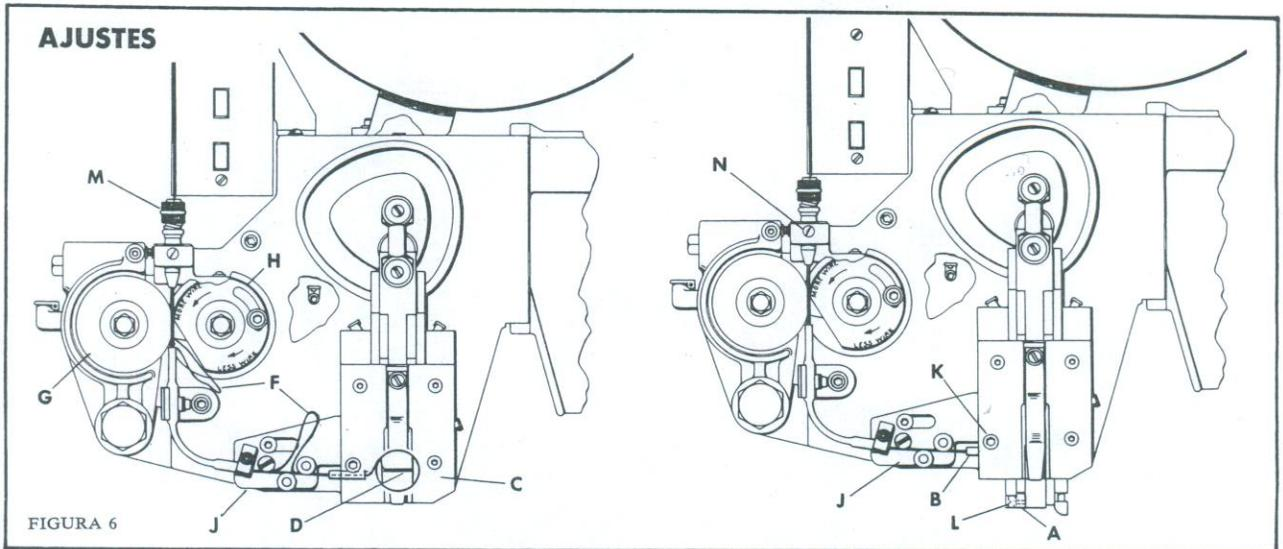
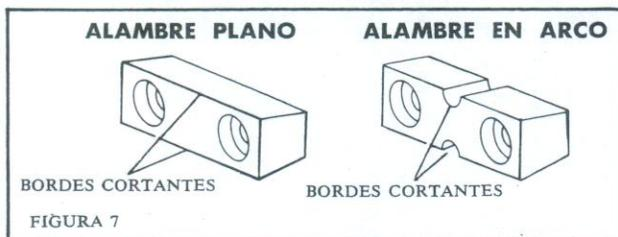
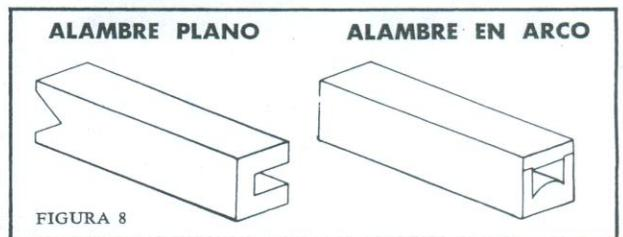

FIGURA 6
FIGURA 7
FIGURA 8
La cuchilla cortadora y el tubo cortador cortan el alambre antes de formar la grapa. Para garantizar un buen corte tajante del alambre, la cuchilla cortadora (índice A, figura 6) y el tubo cortador (índice B, figura 6) deben conservarse afilados y el tubo cortador propiamente insertado en la caja de la corredera (índice C, figura 6). Verifique siempre estas dos partes puesto que funcionan como una unidad. Si se sustituye una y se deja la otra roma no se remediará el problema. La cuchilla (figura 7) es reversible y antes de sustituirse deben utilizarse ambos bordes cortantes. El borde inferior de un tubo romo a menudo no morderá porque el alambre no se corta correctamente y a veces se traba entre el tubo cortador (figura 8) y la cuchilla. Ocasionalmente una fuerte rebaba en el extremo del alambre hará que éste se adhiera en el yunque (índice D, figura 6). Esto a su vez dará por resultado la flexión (F) del alambre entre las ruedas de alimentación (G y H) y el enderezador de alambre (J).
El retén de seguridad (índice M, figura 6, y también el índice 18, figura 37) permite que el alambre avance en el cabezal de engrapado pero evita que se mueva en dirección opuesta. Cuando el retén no funciona correctamente, el alambre retrocede y da lugar a grapas de patas cortas. Esta situación es causada generalmente por una acumulación de suciedad que evita que los pequeños rodillos que agarran el alambre se muevan libremente.
(índice N, figura 6). Limpie el retén agitándolo en cualquier agente para cortar la grasa. Después de limpiar y secar, inserte una pieza de alambre de seis pulgadas en el retén y trate de tirar de ella en dirección opuesta. Si toda la suciedad ha sido eliminada y continúa resbalando, sustituya la pieza por una nueva.